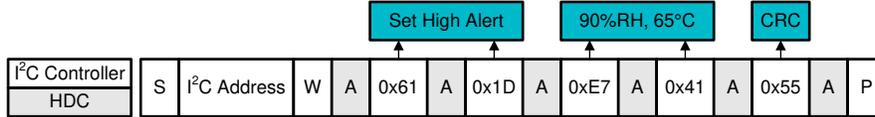

図 7-18. I2C コマンド シーケンス : 90% RH、65°C に高アラートを設定するプログラミング例
- a. 図 7-18 に、HDC302x-Q1 に送信するための適切なコマンドを示します。